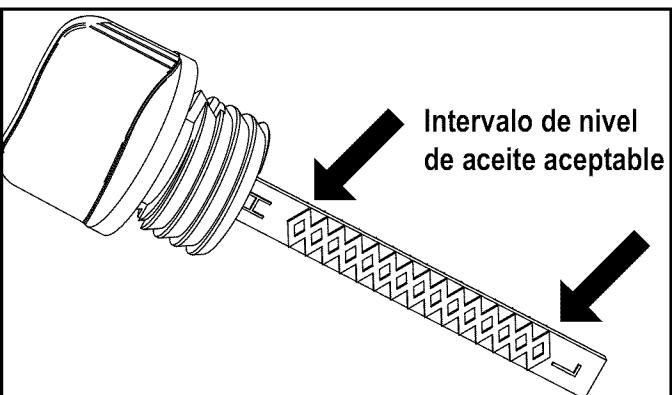

Figura 6-6. Varilla de medición
5. Si el nivel es bajo, llene hasta que el nivel de aceite esté entre "L" y "H" en la varilla de medición (Figura 6-6).
4. Retire la tapa de llenado de aceite (Figura 6-6).